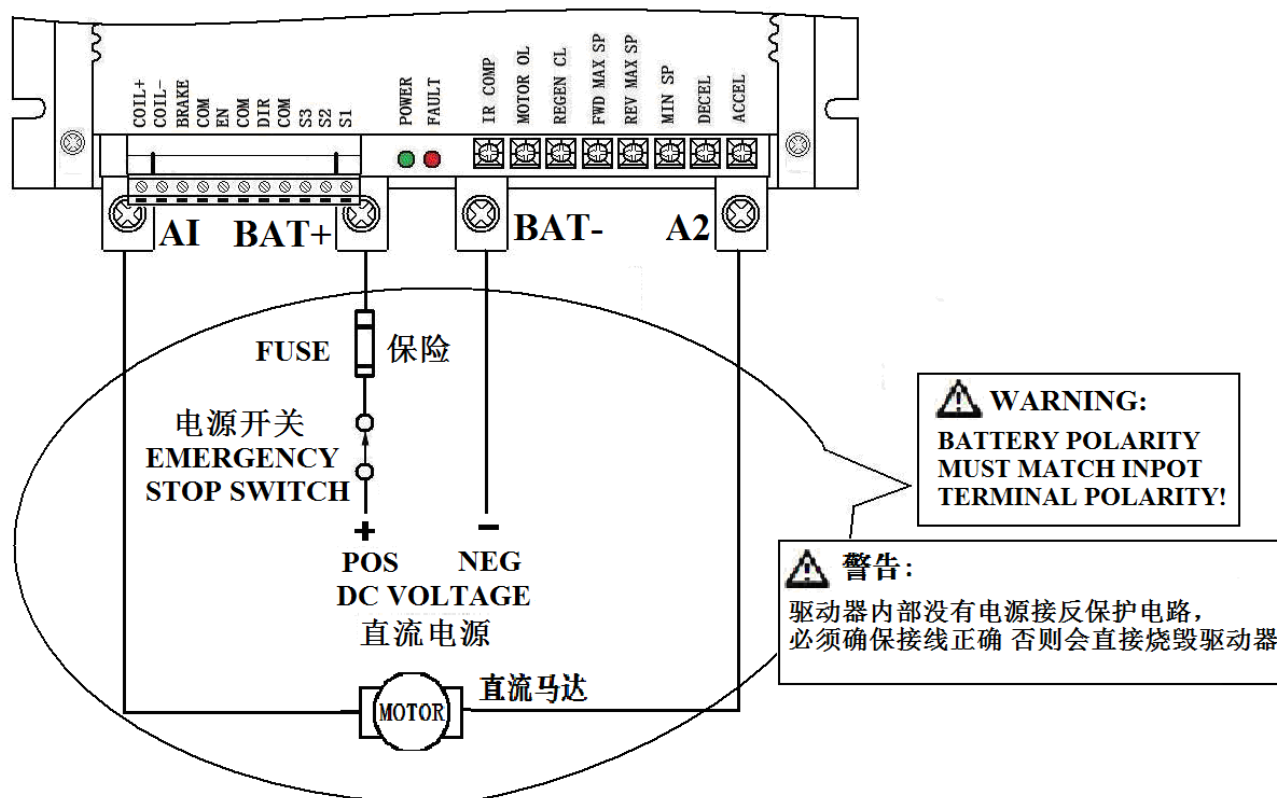

图 3
1、驱动器的电源输入端与电源（电瓶）之间，请务必加装一只快速熔断保险和电源应急总开关，以防必要时紧急断电。见图 3
连接直流电机到驱动器的 A1、A2 请见图 3。